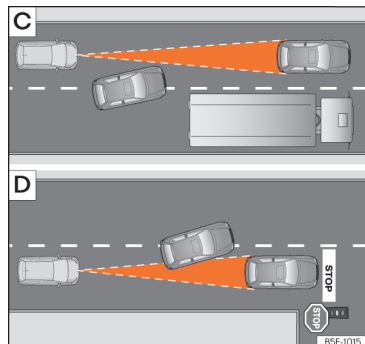

Abb. 107 [C] Fahrspurwechsel eines anderen Fahrzeugs. [D] Abbiegendes und weiteres stehendes Fahrzeug.
- Fahrzeuge, die in geringem Abstand auf die eigene Fahrspur wechseln »» (Abb. 107) [C].
ACC reagiert nicht auf stehende Fahrzeuge. Wenn z. B. ein von der ACC erfasstes Fahrzeug abbiegt oder ausschert und sich vor diesem Fahrzeug ein stehendes Fahrzeug befindet, reagiert ACC nicht auf das stehende Fahrzeug »» (Abb. 107) [D].